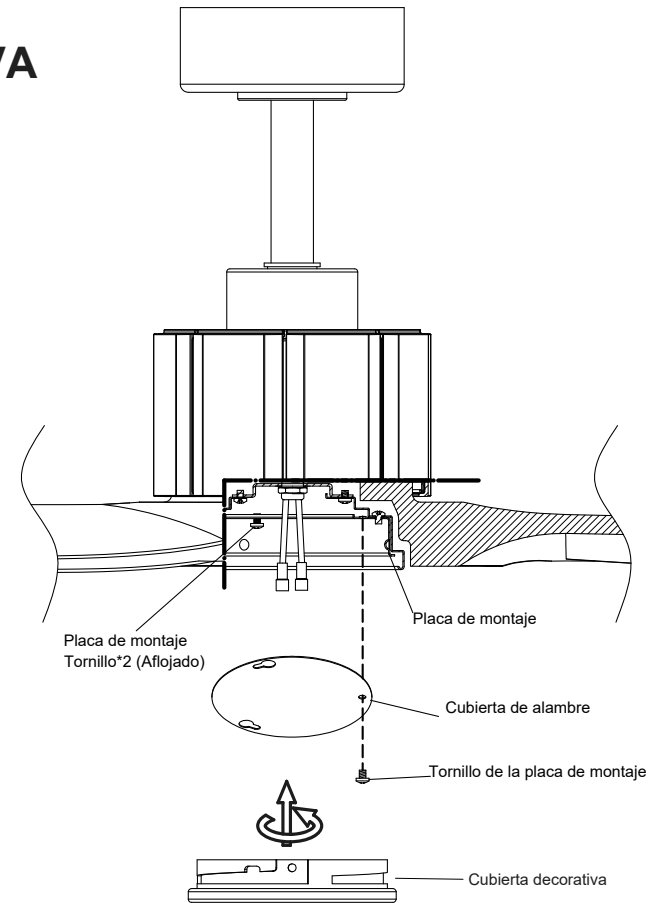

Fig. 16
**Paso 1.** Afloja dos de los tornillos de la placa de montaje y quita y guarda el tercer tornillo de la placa de montaje. (Fig. 16)
Cambia el tercer tornillo de la placa de montaje que se había retirado antes y aprieta los tres tornillos de la placa de montaje para asegurarlos. (Fig. 16)
**Paso 3.** Sube la tapa decorativa hasta el ventilador, siéntate contra la placa de montaje y gira en sentido horario hacia la placa hasta que quede bien ajustada, **NO APRIETES DEMASIADO.** (Fig. 16)